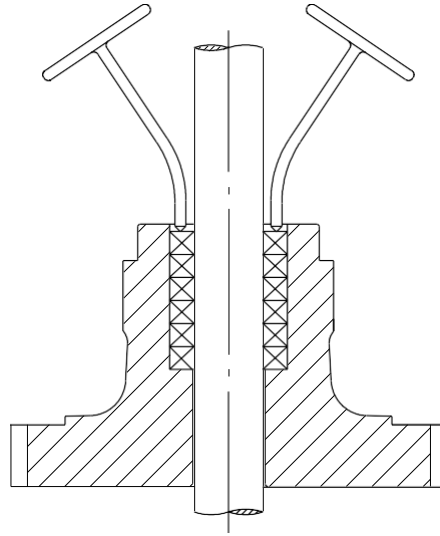

Figura 1 - Detalle de la bolsa de envasado
- 5 - Retire todas las viejas juntas con la ayuda de una bolsa de envasado (ver Figura 1), teniendo cuidado de no dañar las juntas de eje y de cámara, esto significa la eliminación de todos los anillos, incluyendo el anillo linterna y otros ciclos posteriores en su caso;